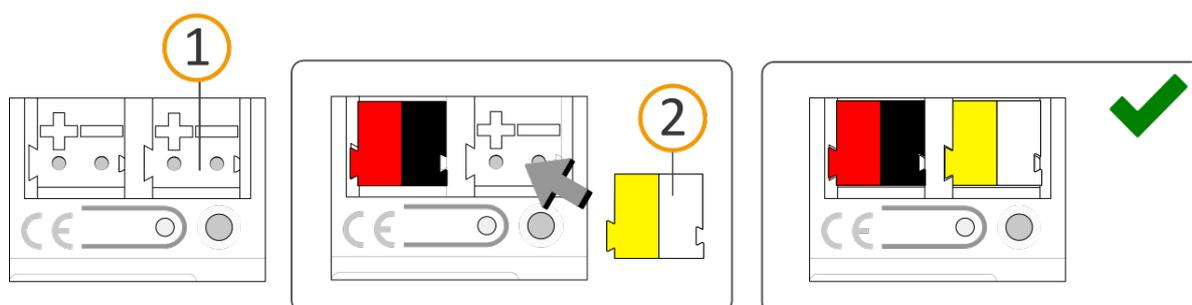

Abbildung 18: Spannungsversorgung anschließen
3. Verbinden Sie die externe Spannungsversorgung mit dem Spannungsversorgungsanschluss (siehe Abbildung 18, Pos. 1) mittels beigefügter Spannungsanschlussklemme (siehe Abbildung 18, Pos. 2). Polung: links/gelb: „+“, rechts/weiß: „-“.
- a. Stecken Sie die Spannungsanschlussklemme (siehe Abbildung 18, Pos. 2) auf.